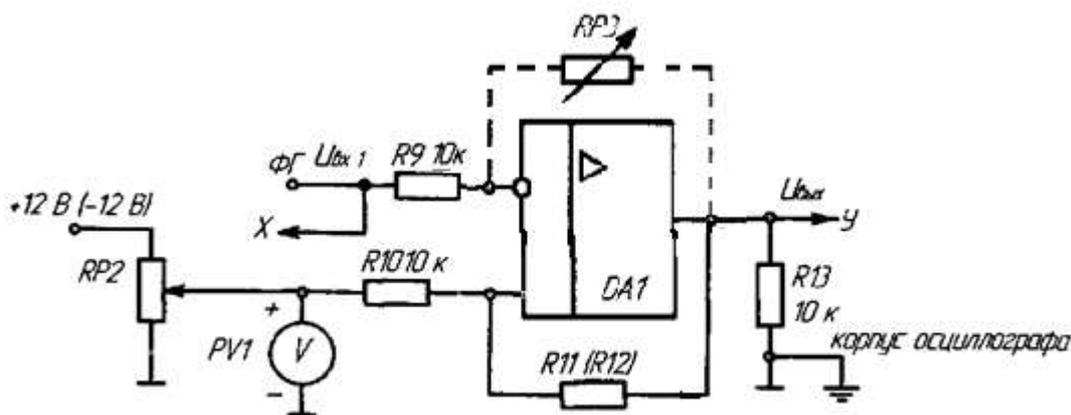

Рис. 2
1) Собрать схему двухвходового компаратора с положительной обратной связью согласно рис. 2. В качестве резистора обратной связи применить переключаемый резистор RP3 (10...200 кОм). В качестве опорного напряжения  $U_{оп}$  использовать регулируемое постоянное напряжение. На инвертирующий вход подключить функциональный генератор, используя его в режиме синусоидального сигнала "~";